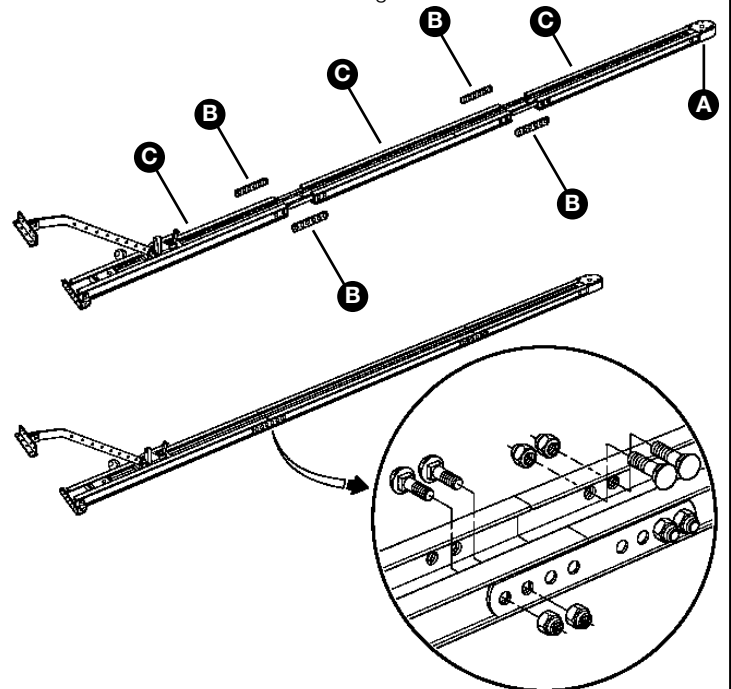

Abbildung 24
**7** Die Verbindungsbügel **[B]** aus der Zubehörschachtel nehmen, die drei Teile **[C]** miteinander befestigen und die Schrauben M6x14 und die Muttern M6 fest anziehen siehe Abbildung 24.